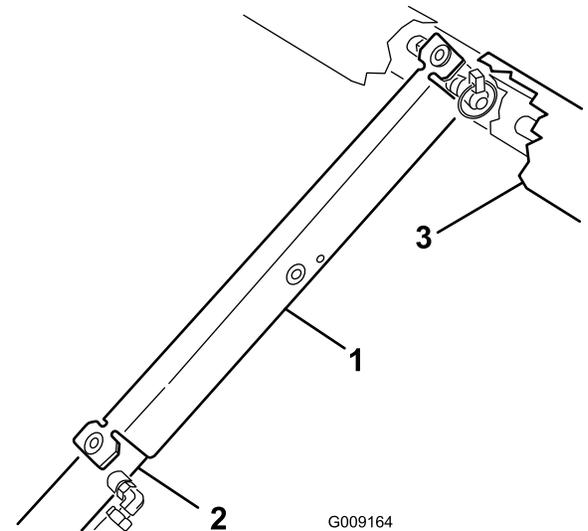

Figura 39
3. Introduza o apoio da plataforma na haste do cilindro, assegurando que as linguetas encostam à extremidade do cilindro e à extremidade da haste do cilindro (Figura 39).